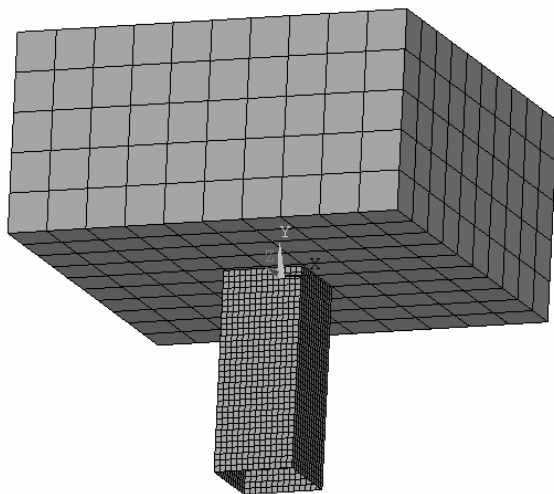

图 6-16 落锤完成网格划分
(4) 单击选中图形窗口中的落锤，然后单击“Mesh Volumes”窗口中的“OK”按钮。到此完成对落锤的网格划分（见图 6-16）。